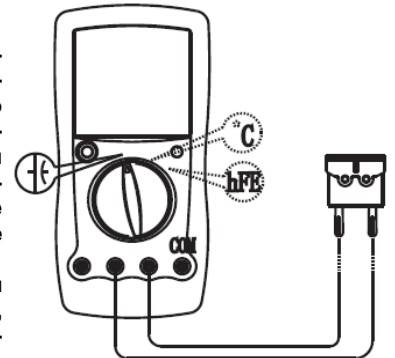

Рисунок 8
F. Измерение емкости (см. Рисунок 8)**⚠ Предупреждение**